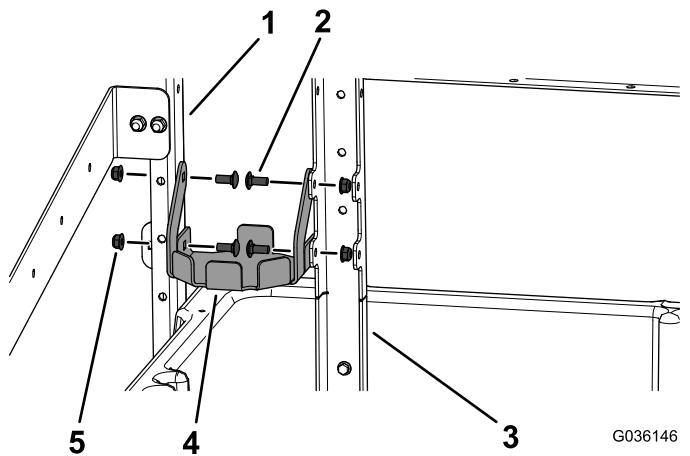

Figure 9
8. Fixez le porte-extincteur au support latéral vertical et au support vertical avant du cadre à l'aide de 4 boulons de carrosserie (5/16" x 3/4") et 4 écrous à embase (5/16"), comme montré à la Figure 9.